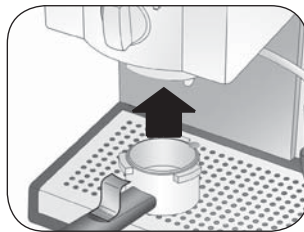

Abb. 9
- 3 Den Filterhalter in seinen Sitz (Abb. 9) einsetzen.